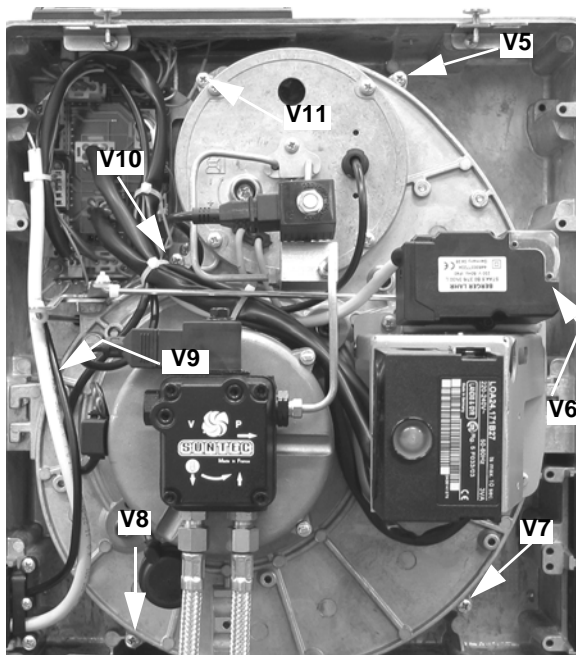

Рис. 52
- Снять 7 винтов **V5 - V10**, которые крепят компонентную пластину (Рис. 52).
- Установить на место компонентную плиту и закрепить ее 7-ью винтами **V5 - V11** (Рис. 52).